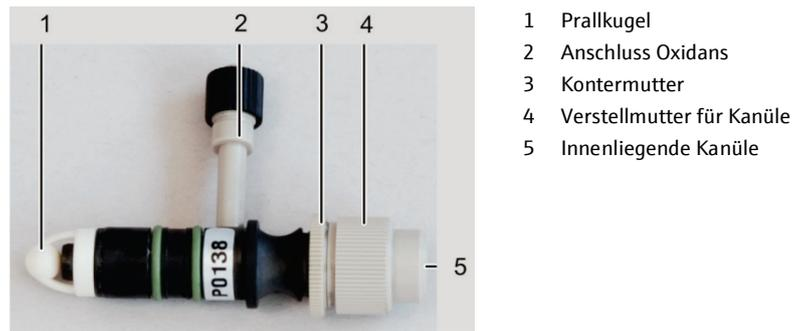

Bild 65 Einzelteile des Zerstäubers
7. Falls die Empfindlichkeit nicht erreicht wird, Zerstäuber nachjustieren: Kontermutter (3 in Bild 65) lösen.
Kanüle mit Verstellmutter (4 in Bild 65) in der Tiefe verstellen.
8. Nach Abschluss des Justiervorgangs Einstellung mit Kontermutter (3 in Bild 65) sichern.